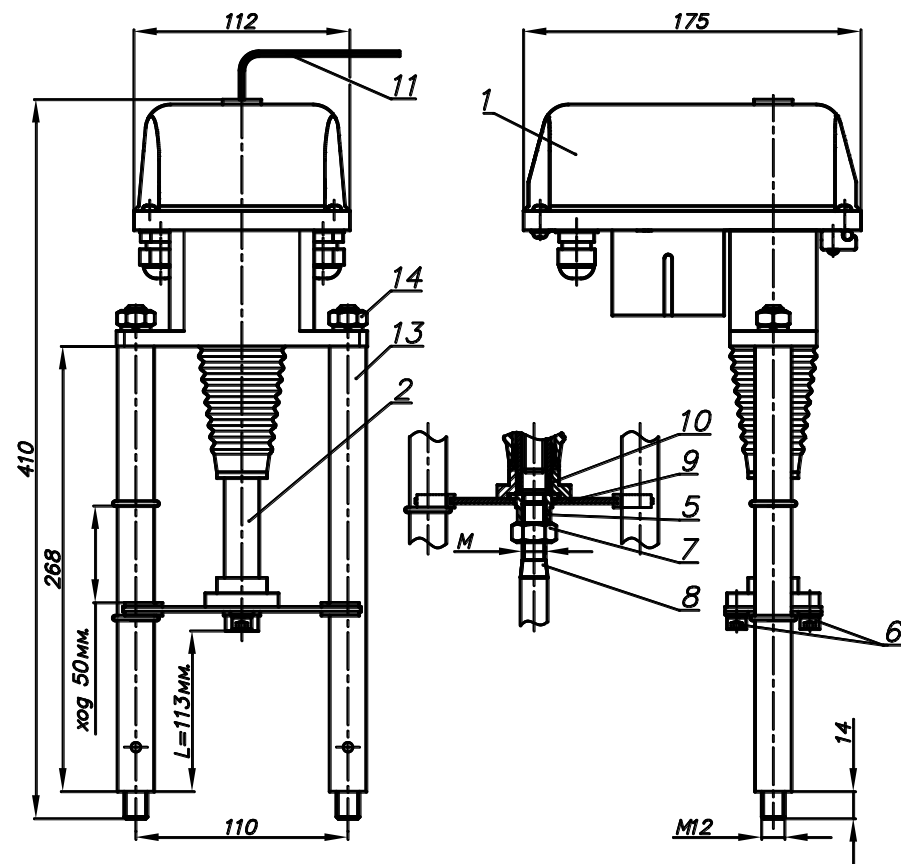

Рисунок 1 - Электропривод ВЭП-115-4000
- электропривод (см. рис.1 – поз.1);
- винтовая передача (см. рис.1 – поз.2).